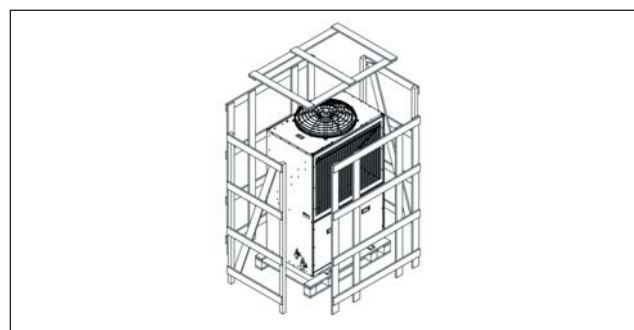

Рис. 9.3
2. Удалите крепёжные элементы деревянного каркаса (Рис. 9.3.).